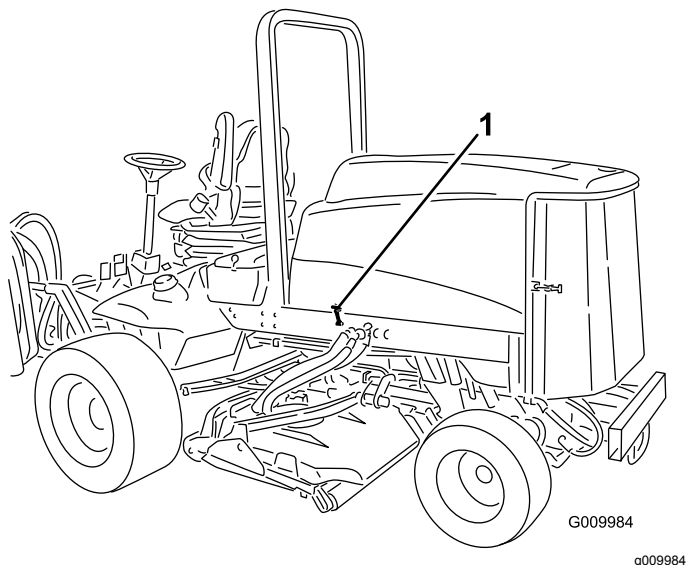

Bild 20
1. Lösen Sie die Haubenriegel (Bild 20) und schwenken die Haube nach oben.